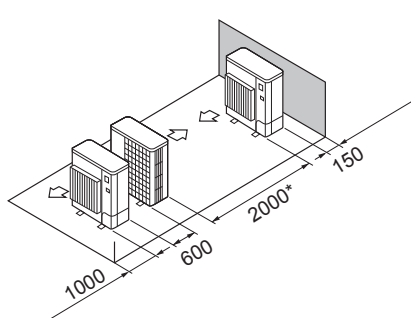

Fig. 2-12
- ⑤ Równoległa zabudowa pojedynczych jednostek zewnętrznych (Fig. 2-12)